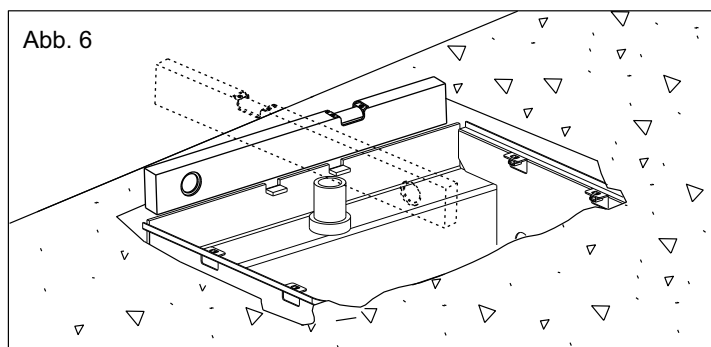
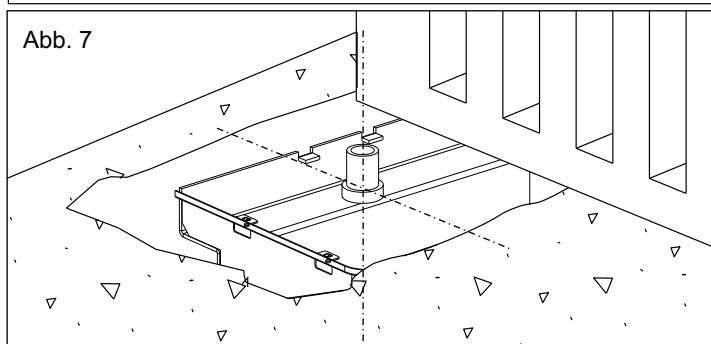

Abb. 6
Abb. 7
2.3. Vor dem Einzementieren des Gehäuses, mit einer Wasserwaage sicherstellen, dass es genau horizontal zum Boden (Abb. 6) und senkrecht zur Achse des Tores steht (Abb. 7).